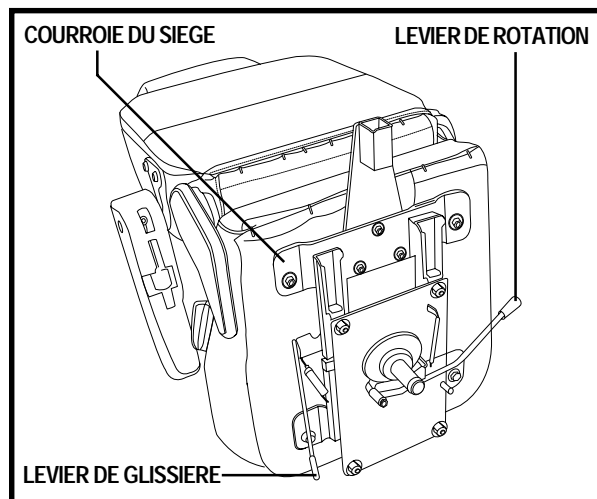

Figure 16A. Réglages du siège
1. Poussez le levier vers l'avant pour débloquer le siège. Voir la figure 16A.
Votre scooter est équipé d'une glissière à siège de type automobile. Vous pouvez déplacer le siège vers l'avant ou vers l'arrière. Voir la figure 16A.
2. Placez le siège à l'envers pour faire face à sa base. Voir la figure 16A.